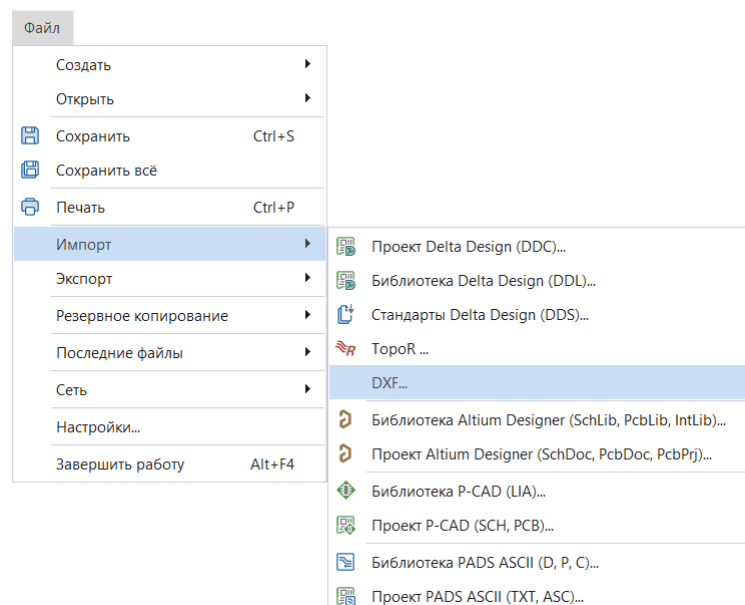

Рис. 48 Вызов импорта из главного меню
1. Воспользуйтесь механизмом «drag-and-drop» и перетащите файл DXF из локального месторасположения в рабочую область редактора чертежей или используйте раздел «Файл» главного меню → «Импорт» → «DXF», см. Рис. 48.